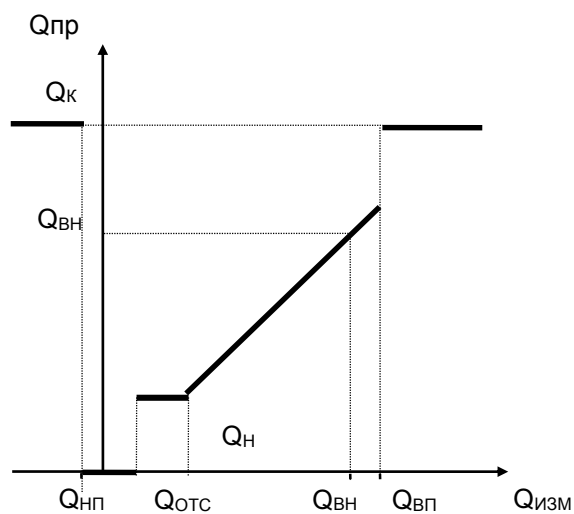

Рисунок 2.4 – Преобразование измеренных значений объемного расхода
2.7.1.3 Правила преобразования измеренного значения объемного расхода (см. рисунок 2.4) совпадают с правилами преобразования перепада давления.